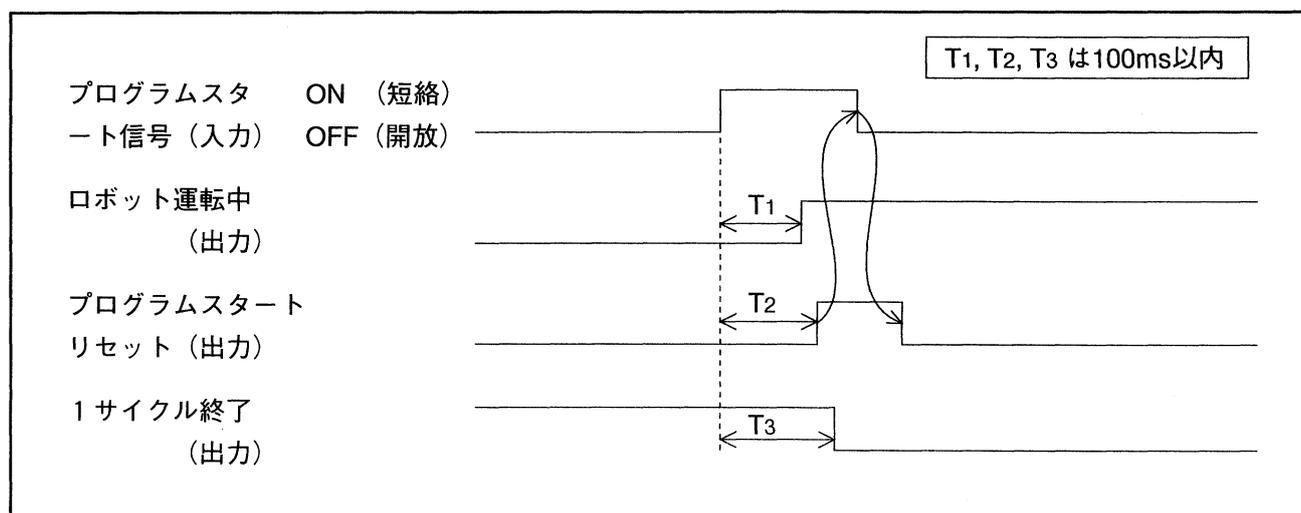

図5-35 プログラムスタート信号立ち上げの出力信号のタイミング
注意：プログラムスタート信号を入力してから、ロボット運転中、プログラムスタートリセット、1サイクル終了の順番で出力信号は変化します。(図5-35のT₁→T₂→T₃) このときの出力信号変化は、プログラムスタート信号を立ち上げて (ON) から100ms以内に起ります。(図5-35)
(3) 入力条件と動作
- ①入力条件と動作のタイミングチャートを図5-35に示します。
- ②プログラムリセット入力はプログラムNo.選択信号と併用し、また、プログラムスタート信号より先に(1ms以上)入力してください。
- ③ロボットがスタートしてから(プログラムスタートリセットが出力されてから)OFFしてください。
- ④中断したプログラムNo.と、同じプログラムNo.を先頭から実行する場合にも、プログラムNo.選択信号は必要です。